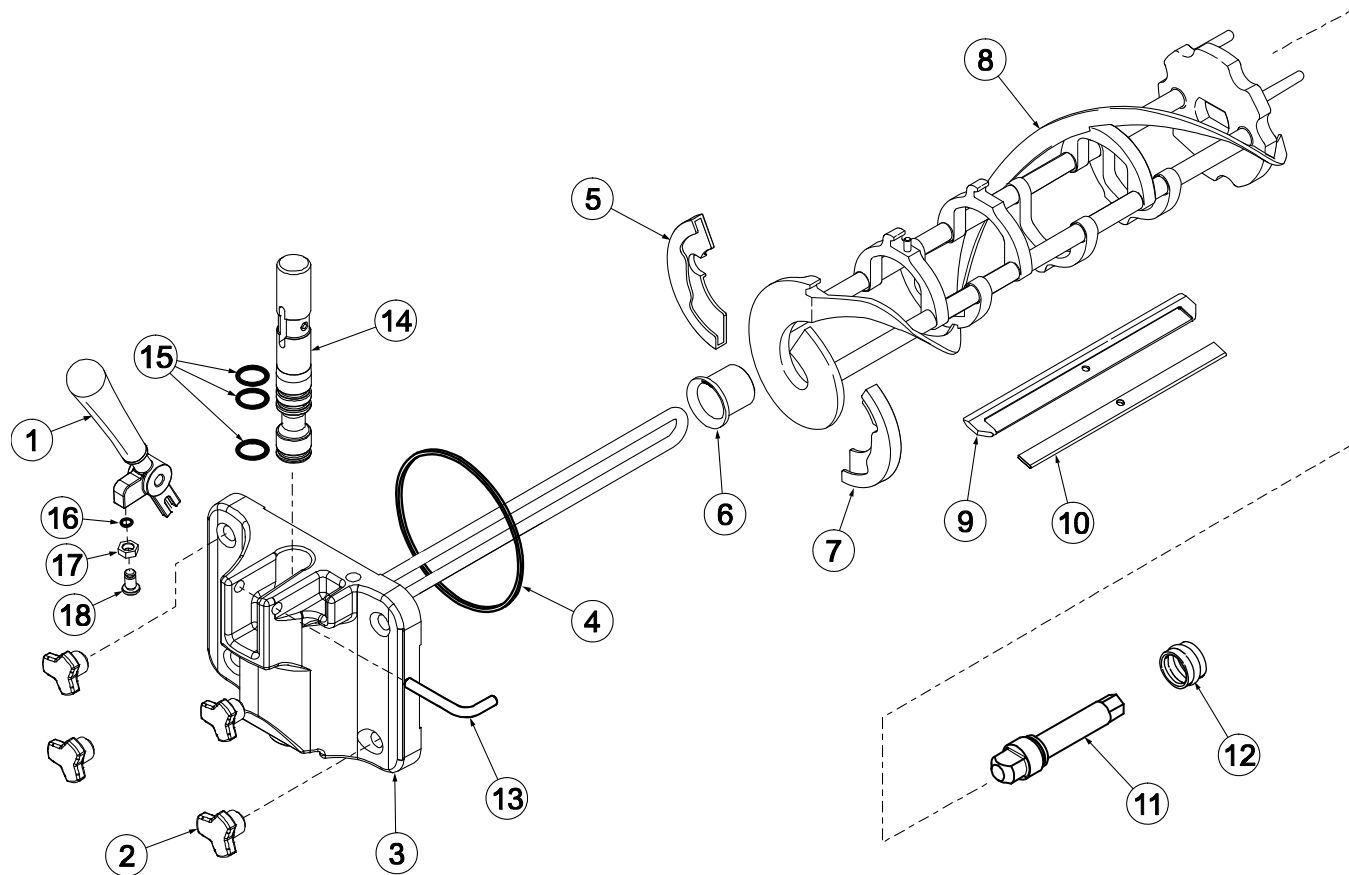

Рисунок 12
**Узел двери битера - сторона мороженого (см. рисунок 12)**